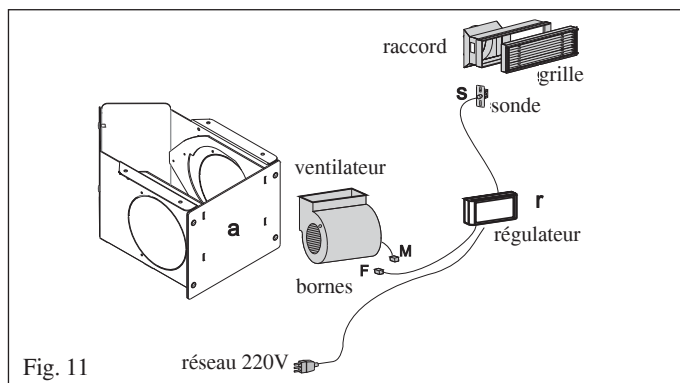
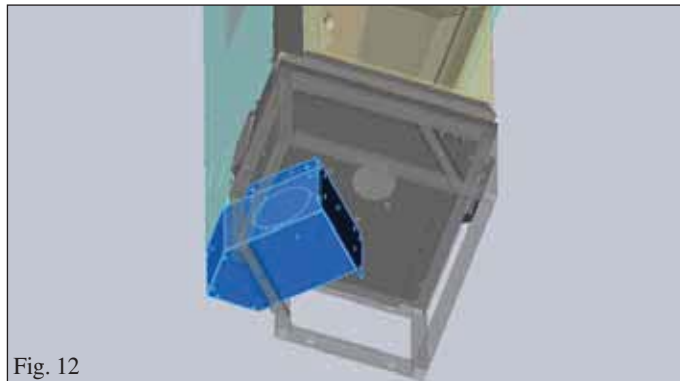

Fig. 11
Fig. 12
- La boîte de l'air doit être positionnée sous la base de la cheminée à proximité de l'angle mort de celle-ci, fixée au moyen des 4 vis fournies (fig. 12).
- Retirer la partie frontale en enlevant les 4 vis (a - fig. 11)
- Raccorder les deux connecteurs M et F (fig. 11) en faisant passer le câble par l'ouverture droite ou gauche située sur le côté de la boîte de l'air.
- Dérouler le câble d'alimentation du régulateur (r - fig. 11) jusqu'à la prise de courant.
- Le câble avec la sonde (s - fig. 11) doit en revanche être relié à l'une des bouches (b - fig. 12) de sortie de l'air chaud normalement situées sur la contre-hotte.